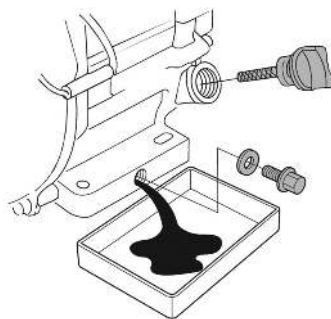

Рис. 10. Замена масла в двигателе
4. Очистите от загрязнений крышку-щуп и зону вокруг маслозаливной горловины. Извлеките крышку-щуп из маслозаливной горловины (Рис. 10) и протрите щуп чистой ветошью.
5. Открутите пробку для слива масла и слейте отработанное масло в подготовленную для этого емкость (Рис. 10).